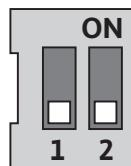

Fig. 28: DIP prekidač
- DIP prekidači (Fig. 9 poz. 6/Fig. 28) nalaze se ispod poklopca kućišta.